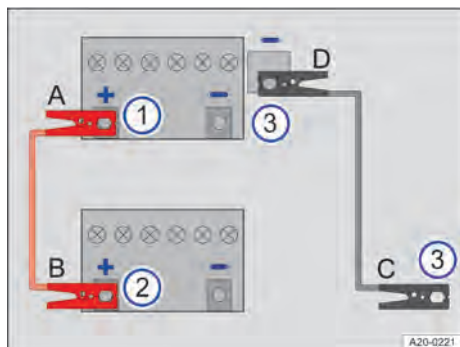

Fig. 173 Esquema para conexão dos cabos auxiliares de partida.
Conectar o cabo auxiliar de partida somente na sequência **A – B – C – D** → Fig. 173.
2. Remover a cobertura do polo positivo da bateria do veículo 12 V → Fig. 173 ① → ⚠.
4. Conectar a outra extremidade do cabo auxiliar de partida *vermelho B* ao polo positivo (+) do veículo fornecedor de corrente elétrica → Fig. 173 ②.
5. Conectar uma extremidade do cabo auxiliar de partida *preto C*, de preferência, em um ponto de auxílio da partida (ponto de aterramento), ou então, em uma peça metálica maciça firmemente aparafusada com o bloco do motor ou no próprio bloco do motor do veículo que gera corrente → Fig. 173 ③.
6. Conectar a outra extremidade do cabo auxiliar de partida *preto D* do veículo híbrido com a bateria 12 V do veículo descarregado, de preferência, em um ponto de auxílio da partida (ponto de aterramento), ou então, em uma peça maciça de metal parafusada firmemente com o bloco do motor ou no próprio bloco do motor → Fig. 173 ③ → ⚠.
- Desconectar o cabo auxiliar de partida com o motor em funcionamento somente na sequência **D – C – B – A** → Fig. 173.